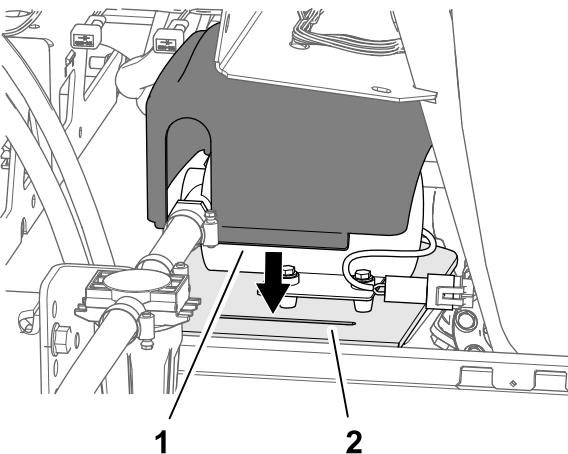

Рисунок 32
1. Установите крышку поверх насоса промывочного бака, как показано на (Рисунок 32).
| 2. Вставьте 2 выступа на крышке в 2 паза в посадочной плите рамы бака (Рисунок 32). | |